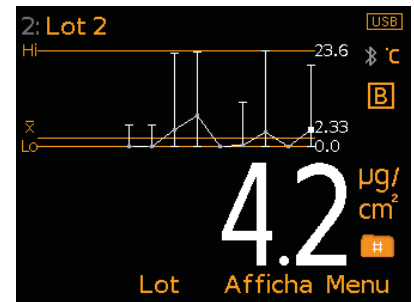

Fig. 4: Graphe & Mesures x1
- Graphe (Fig. 4) :** courbe de tendance des 20 dernières mesures automatiquement mise à jour à chaque nouvelle mesure.